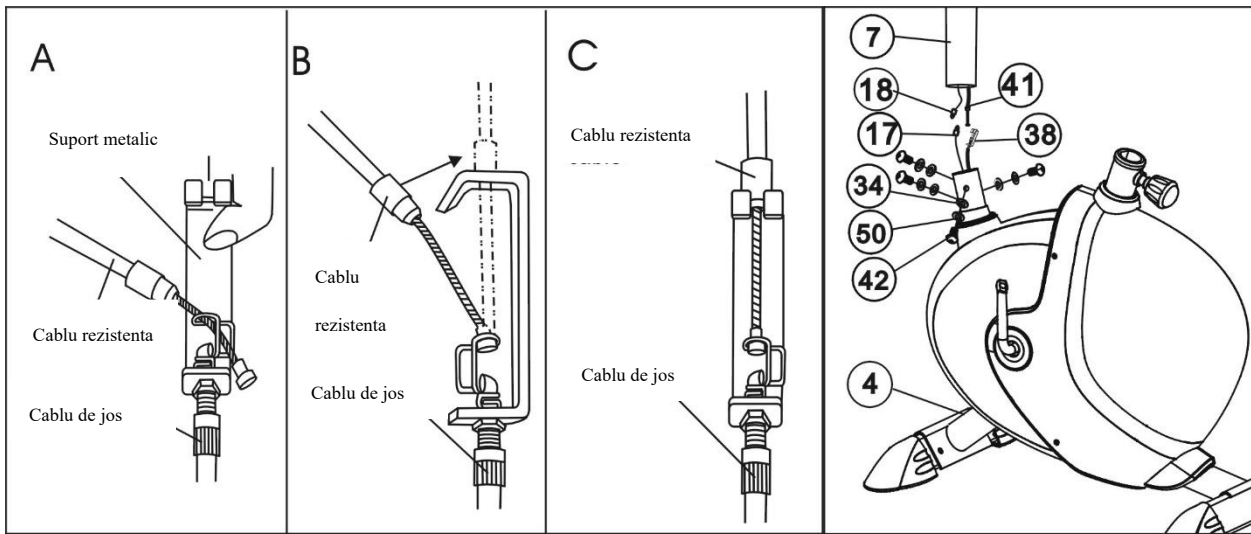

Figure 3
- a. Puneti capatul cablului din surubul de reglare de rezistenta (41) in carligul din cablul de reglare rezistenta (38) exact cu se vede in poza **A** figure 3.
- b. Dupa care introduceti cablul din surubul de reglare de rezistenta (41) in gaura din suportul metalic din cablul de reglare rezistenta (38) exact cu se vede in poza **B** figure 3.
- c. Asigurativa ca ati conectat corect cablul din surubul de reglare de rezistenta (41) cu cablul de reglare rezistenta (38) ele trebuie sa fie exact ca in poza **C** figure 3.
- d. Conectati cablurile de calculator (17&18) in partea de jos a suportului de ghidon (7) si scoatetil prin gaura de sus a suportului de ghidon (7).
- e. Monta suportul de ghidon (7) la cadrul principal (4) si prindetil cu 4 suruburi M8x16 Bolts (42), $\Phi 8$ saibe elastice (50) si saibe ondulate (34). (Refer. figure 3)